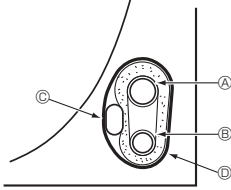

Fig. 4-5
4.4.1. Ünitenin boru tesisatı yerinde saklama (Fig. 4-5)